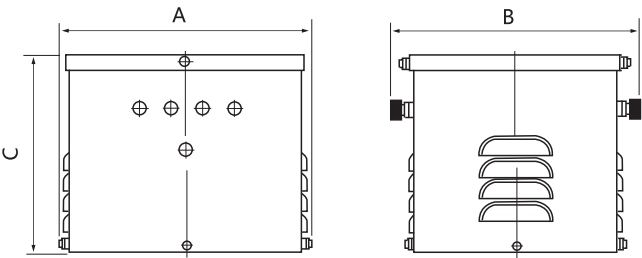
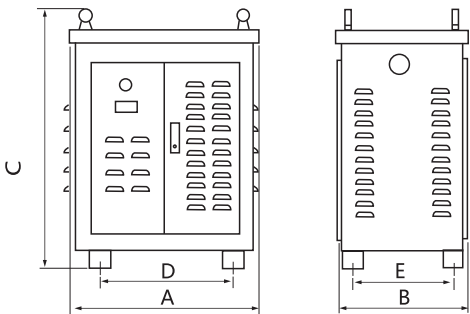

图2 防护式0.5~20kVA
图3 防护式30~130kVA
4.2 SG、SBK系列防护式干式变压器外型及安装尺寸(见表1、图2、图3)